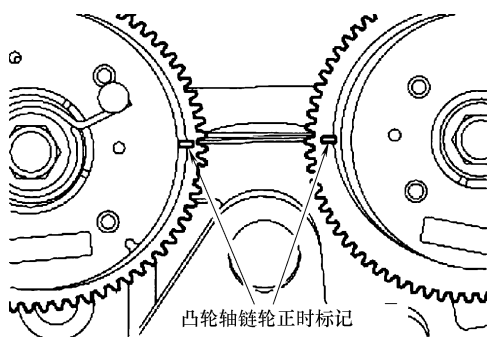

图 19-30 对齐凸轮轴链轮正时标记
- 2) 对齐凸轮轴链轮正时标记，如图 19-30 所示。
- 11) 确定凸轮轴链轮上的正时标记对齐，见图 19-30。